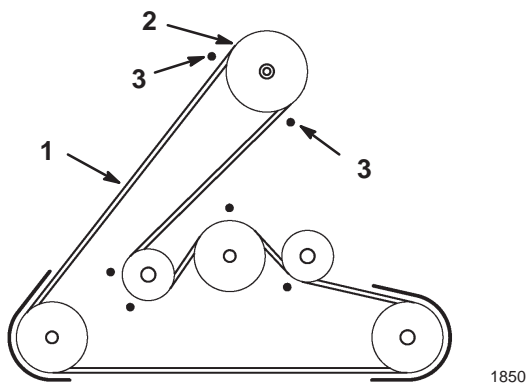

Bild 20
14. Nehmen Sie den Schneidwerkriemen von der Motorriemenscheibe ab (Bild 20). Wenn Sie vorsichtig vorgehen, können Sie die Riemenführungen gerade so weit von der Riemenscheibe wegziehen, dass Sie den Riemen abnehmen können. Lockern Sie, wenn es zu schwierig ist, den Riemen zu entfernen, die Schrauben und Muttern, mit denen die Riemenführungen befestigt sind. Ziehen Sie die Schrauben fest.